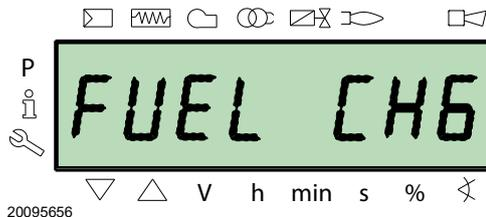

Abb. 34
- Wenn der Wahlschalter 27)(Abb. 5) auf "EXT" positioniert ist, ist die Funktion Fernauswahl des Brennstoffes aktiviert. Wenn nicht bereits ein Fernwahlschalter vorhanden ist, zeigt das Display in dieser Position den prioritären Brennstoff an, läuft aber nicht an. Im Übergang zwischen den beiden Brennstoffen wird "FUEL CHG" Abb. 34 angezeigt. Das Display zeigt bei: